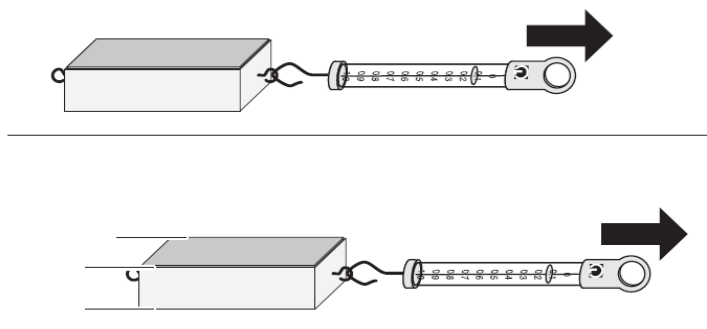

Рис.1 Измерение максимальной силы трения покоя (верх) и силы трения скольжения (низ)
3. Измерьте максимальную силу трения покоя тела о поверхность стола (см. Рис.1, верх). **Внимание!** Прикрепив динамометр к телу, медленно увеличивайте приложенную силу. Максимальное достигнутое значение силы, при которой тело остаётся неподвижным, будет равно максимальной силе трения покоя  $F_{\text{тр.п.макс}} = \mu_{\text{п}} \cdot N$ .
4. Измерьте силу трения скольжения  $F_{\text{тр.ск}} = \mu_{\text{ск}} \cdot N$ . Она равна горизонтальной силе, заставляющей брусок равномерно двигаться (см. Рис.1, низ).